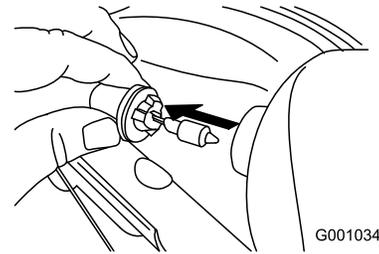

Bild 60
3. Nehmen Sie die Glühbirne hinten am Scheinwerfer gerade heraus (Bild 60).